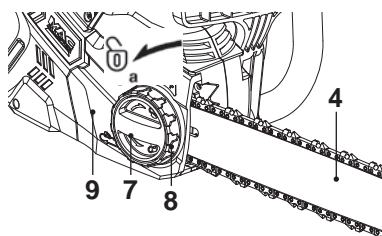

Fig. 8
- Tournez la molette de tension [8] jusqu'à ce que les maillons d'entraînement touchent juste le bord inférieur du guide-chaîne [4] (Fig. 8, 9).